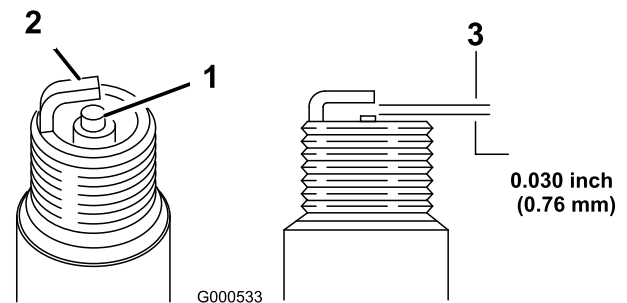

Figure 25
- Réglez l'écartement des électrodes à 0,76 mm (0,030 po); voir Figure 25.